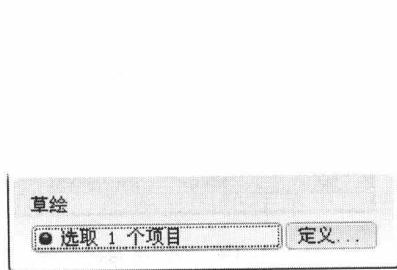
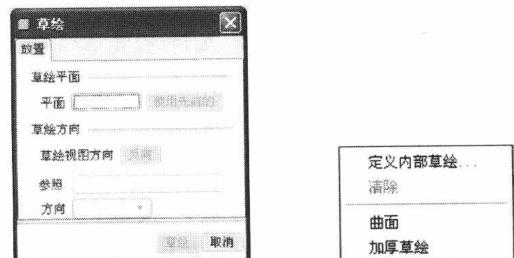

图 1-1-20 “放置”对话框
图 1-1-21 “草绘”对话框 图 1-1-22 快捷菜单
(2) 单击操控面板中的“放置”按钮，在展开的如图 1-1-20 所示的“放置”对话框中单击“定义”按钮，系统将弹出如图 1-1-21 所示的“草绘”对话框。也可直接右击绘图区，在弹出的如图 1-1-22 所示的快捷菜单中选择“定义内部草绘”命令，从而打开“草绘”对话框。